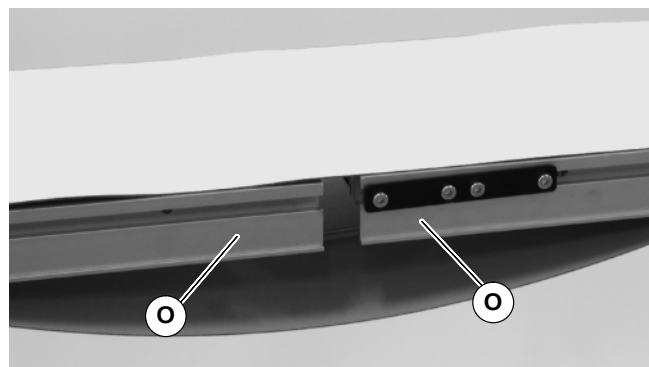

Abbildung 6
3. Den Fördergurt herausrollen und die Rahmensegmente des Bandes (O siehe Abbildung 6) in die Bandschleife platzieren.